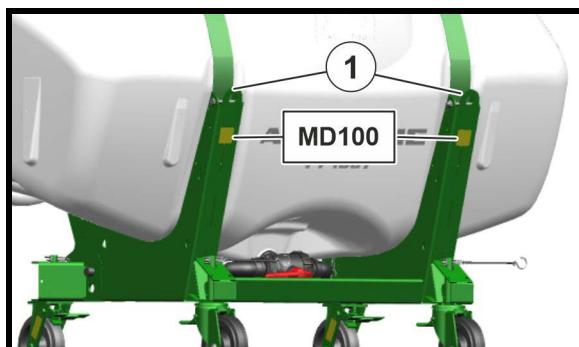

Fig. 3
- zwei Aufnahmepunkte vorne (Fig. 3/1)
Beim Verladen der Maschine mit einem Hebe-Kran sind die gekennzeichneten Aufnahmepunkte (Fig. 3/1) für Hebegurte zu nutzen.